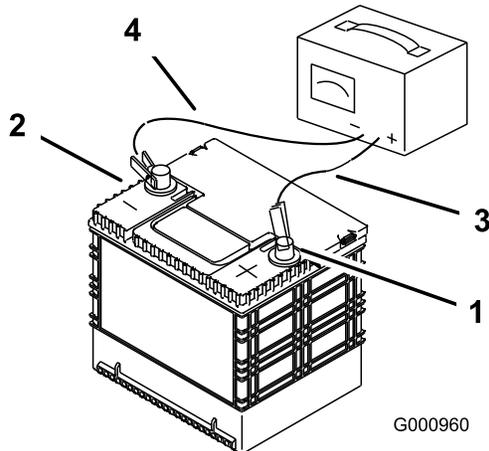

Figura 47
2. Quando la batteria è completamente carica, staccate il caricabatteria dalla presa elettrica e scollegate i cavi di ricarica dai poli della batteria (Figura 47).